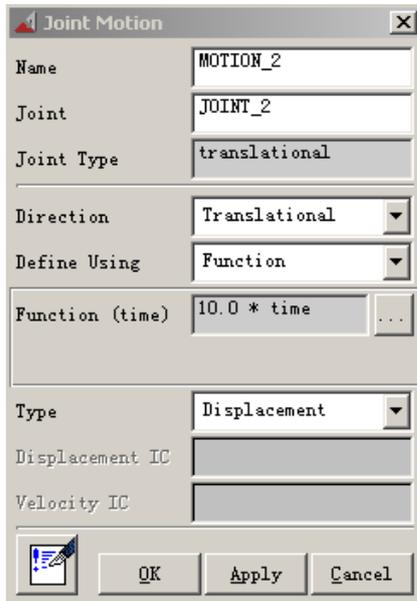

图 3-7 Joint Motion 对话框
3.7 在球体 (PART_3) 上点击鼠标右键, 选择 Motion: MOTION_2 → Modify, 如图 3-6 所示。出现 Joint Motion 对话框, 如图 3-7 所表示, 接着点击 Function Builder 图标 , 出现 Function Builder 对话框。